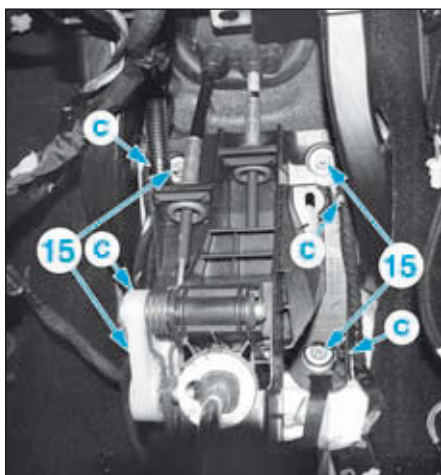

FIG.19
- Dégrafer les faisceaux électriques en (c) (Fig.19).
- Déposer les écrous de fixation (15) de la boîte de commande et de sélection de vitesses, puis la retirer.